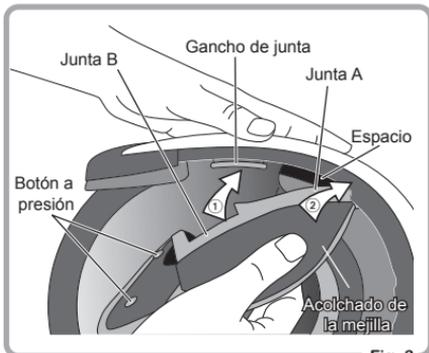

Fig. 3
- ① Inserte la junta A posterior entre el armazón y el forro.
- ② enganche la junta B en el gancho según se muestra en la Fig.3.